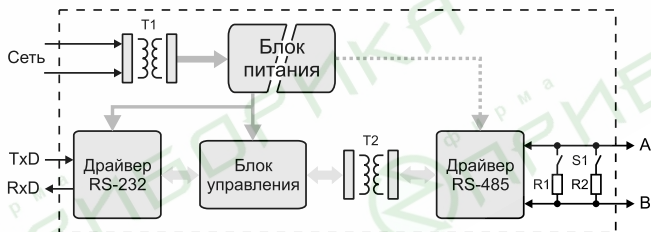

Рис. 4.2. Функциональная схема прибора АС3-М
4.3. Функциональная схема прибора приведена на рис. 4.2.